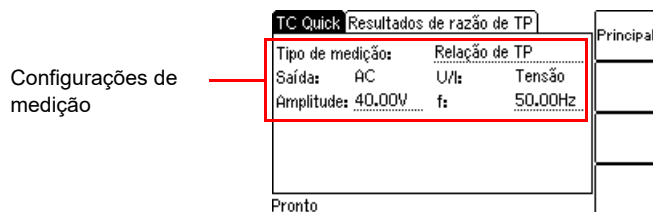

Figura 10-13: Cartão de teste **TC Quick** com configurações para medição de relação de TP
3. Selecione o tipo de medição **Relação de TP**. Defina a amplitude da tensão de saída máxima de 40 V e a frequência da rede elétrica. Consulte a Figura 10-13.